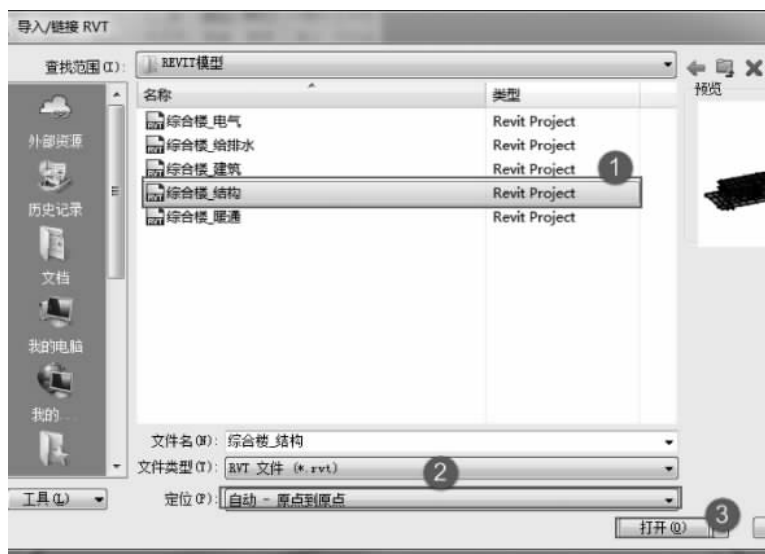

图 3-1 链接 Revit
(1) 选择“插入”选项卡中“链接”面板中的“链接 Revit”命令,弹出“导入/链接 RVT”对话框,选择“综合楼\_结构”,定位设置为“自动-原点到原点”,如图 3-1 所示。